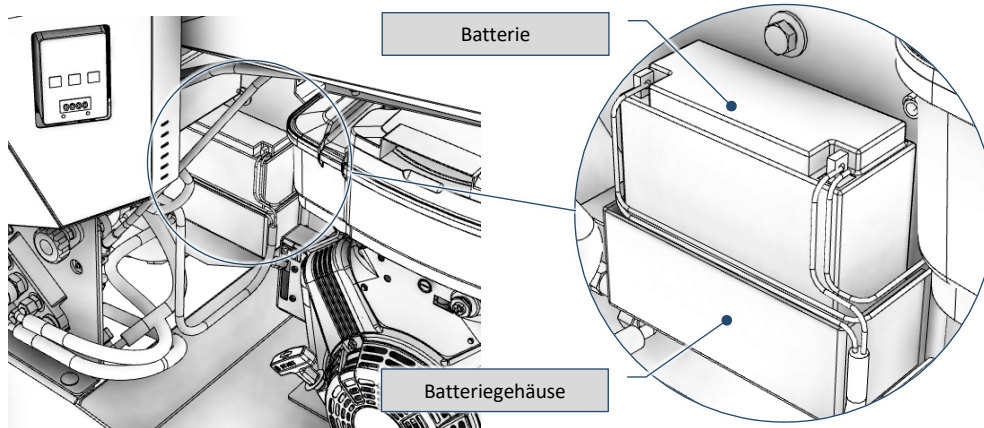

Abb. 9-17 – Batteriegehäuse
- Die korrekte Positionierung im Gehäuse der Maschine (Fig. 9-17);
- 2) Entnehmen Sie die Batterie aus dem entsprechenden Gehäuse (Fig. 9-17);